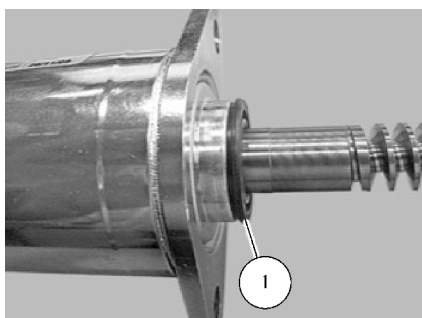

图 14-10 安装新轴封
8) 将轴封 1 压入到电动机壳体上的极限位置处，如图 14-10 所示。